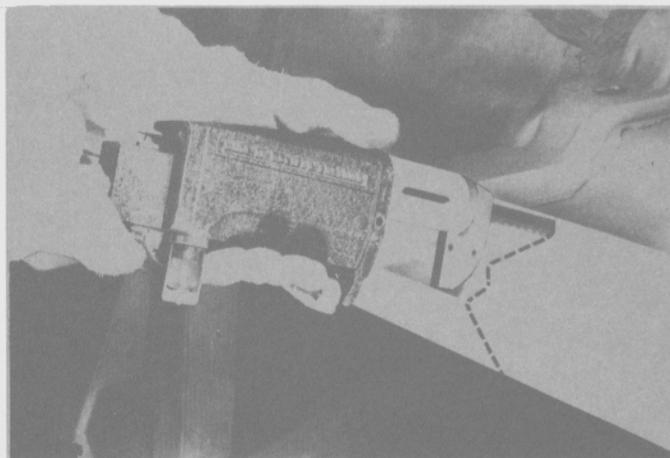

Fig. 188
- Cortar el zócalo a lo largo de la línea vertical (Fig. 188)